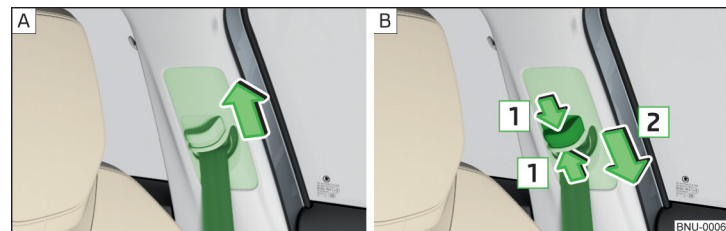

Fig. 17 Ajuste en altura del cinturón para los asientos delanteros
- Desplazar la guía **hacia arriba** en sentido de la flecha » **fig. 17 - A**.
- **O bien:** Comprimir el seguro en el sentido de la flecha **1** deslizar la guía **hacia abajo** en el sentido de la flecha **2** » **fig. 17 - B**.